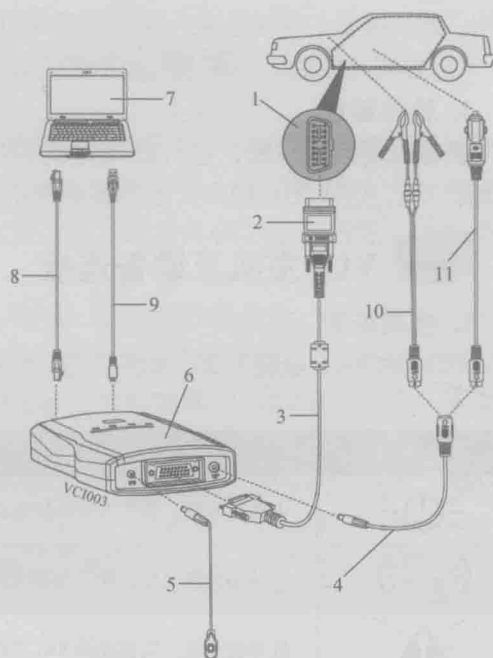

图 1-3 诊断连接
(1) 诊断连接 诊断连接如图 1-3 所示，使用之前，必须确保 VCI、电脑、汽车 ECU 三者正常连接，连接方式主要有 USB 连接、LAN 连接、WLAN 连接。默认的诊断连接方式为 USB 连接，若三种方式都连接正常，优先使用 USB 连接方式。